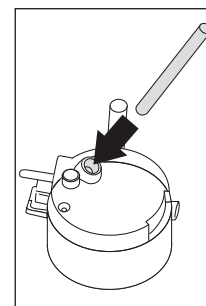

Abb. 31
- ▶ Vergewissern Sie sich, dass der Ansaugschlauch richtig in die Gummischeibe eingesetzt ist (Abb. 31). Schließen Sie dann den Deckel des Milchbehälters.